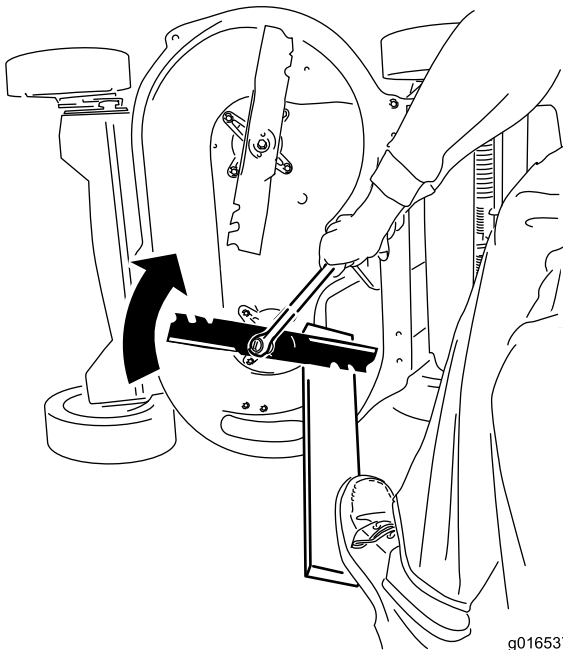

Figure 5
2. Immobilisez chaque lame à l'aide d'une cale en bois et tournez le boulon de lame dans le sens horaire au moyen d'une clé dynamométrique, comme montré à la Figure 5; serrez le boulon de lame à 82 Nm.